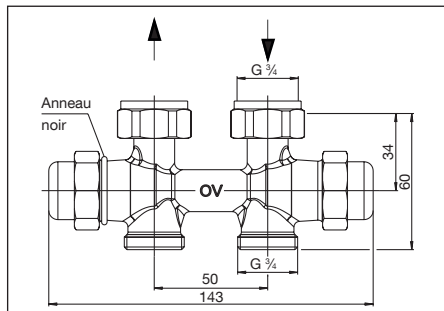
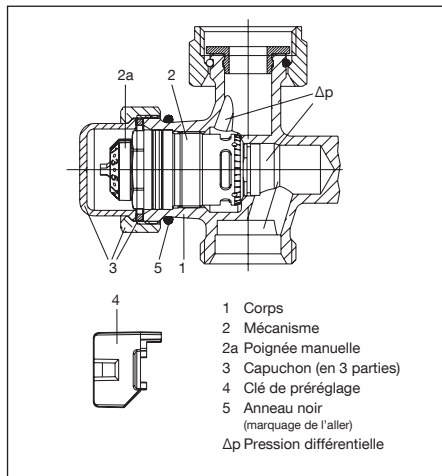
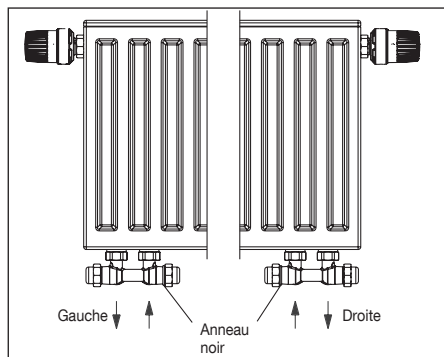

Fig. 3 Modèle droit
Fig. 5 Conception du régulateur de débit
Fig. 6 Affectation des raccordements du modèle équerre pour raccordement à gauche ou à droite
Le débit maximal peut être réglé à l'aide de la clé de préréglage (pos. 4, fig. 5) (voir paragraphe 6.2.1).
Avec l'appareil de mesure raccordé, la pression différentielle disponible au corps de robinet est mesurée. Pour ce faire, dévisser le capuchon (pos. 3, fig. 5). Démontez ensuite le mécanisme (pos. 2, fig. 5) à l'aide du «Demo-Bloc» et effectuez une mesure avec la tige pour mesurer la pression différentielle. Dès que la pression différentielle mesurée atteint un niveau supérieur ou égal à la pression différentielle $\Delta p_{\min}$ (voir 4.1), elle est assez élevée pour permettre la régulation automatique du débit par le raccord.
Il est impératif de respecter la position de l'aller et du retour pour garantir que le fluide circule dans le bon sens (voir fig. 3, 4 et 6). L'aller doit être raccordé au côté du régulateur de débit marqué d'un anneau noir (pos. 5, fig. 5). Le modèle équerre est disponible pour raccordement à gauche et à droite (affectation des raccordements voir fig. 6).
2. Dévisser le mécanisme «QA» (pos. 2, fig. 5) et le mécanisme d'arrêt «Combi LR» à l'opposé à l'aide d'une clé de 19 mm.
4. Démonter l'anneau noir (pos. 5, fig. 5) pour le marquage du raccordement pour l'aller et le monter sur le côté opposé du raccord (mécanisme «QA»).
Lors du montage, veiller à la pose parallèle et sans contraintes de la tuyauterie. Il est impératif de respecter la position de l'aller et du retour pour garantir que le fluide circule dans le bon sens. L'aller doit être raccordé au côté du raccord marqué d'un anneau noir (pos. 5, fig. 5).
Démonter le capuchon sur le côté aller (marqué d'un anneau noir, pos. 5, fig. 5).
Procéder au préréglage selon la valeur souhaitée à l'aide de la clé de préréglage (pos. 4, fig. 5). Le préréglage ne peut être effectué qu'à l'aide de la clé de préréglage fournie qui est montée sur la poignée manuelle (pos. 2a, fig. 5). Cela évite tout risque de dérèglement de la valeur réglée par des personnes non autorisées.
1. Démonter le capuchon sur le côté aller (marqué d'un anneau noir, pos. 5, fig. 5).
Dévisser le mécanisme (pos. 2, fig. 5) du corps (pos. 1, fig. 5) à l'aide de l'outil spécial «Demo-Bloc» sans vidanger l'installation.